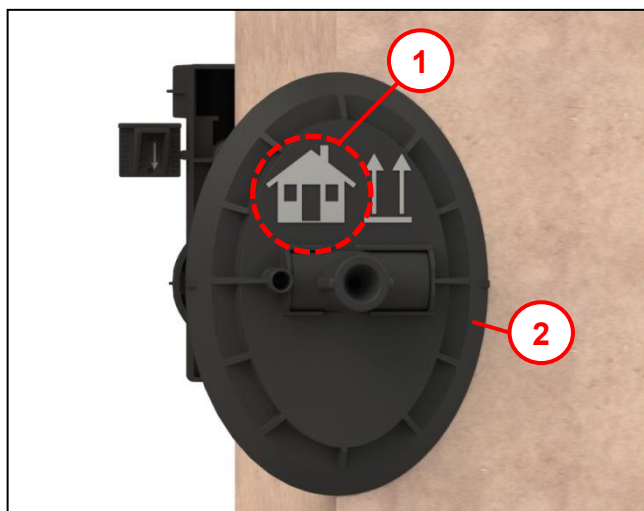

Abb. 20
- Führungselement (1) an Bohrung ansetzen und einschlagen bis Grundplatte an der Mauer anliegt.
- Nageldübel 6 x 40 mm (2) in die Wand einschlagen und festziehen.
- Schäumrohr mit Außenflansch (1) in Bohrung ansetzen und bis zum Beginn der Rastnase einstecken (Abb. 20 beachten).
Weiter bei Abb. 20